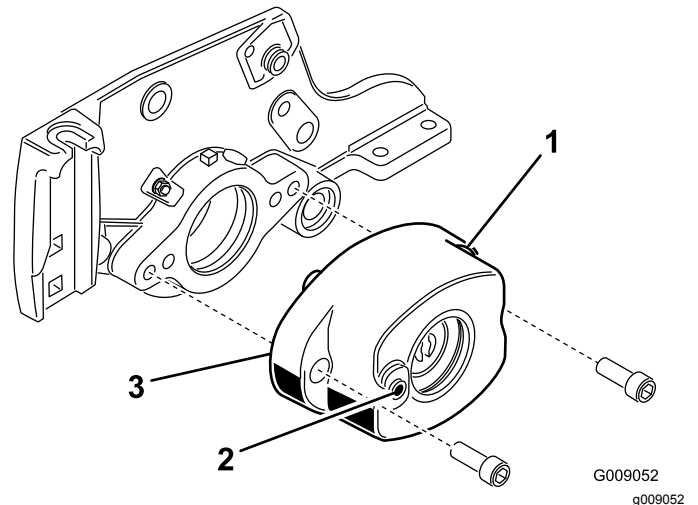

図 6
5. 六角穴ボルト 2 本 ⅜ x 1 inch を使用して、ローラブラシハウジングをリールベアリングハウジングに取り付ける 図 6。ローラブラシ・ハウジングは、ねじ切りしてある穴がカッティングユニットの前側にくるように取り付ける。